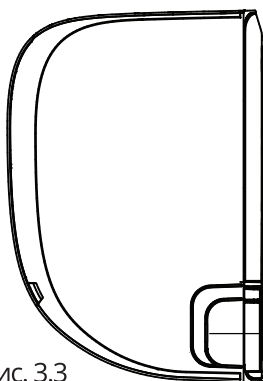

Рис. 3.3
2. Якщо отвір в стінці знаходиться позаду блоку, вибивну панель залиште на місці. Якщо отвір в стінці знаходиться в стороні від внутрішнього блоку, видаліть пластикову вибивну панель з тієї сторони пристрою. (Див. Рис. 3.3). Це дозволить створити проріз, через який трубопровід буде виходити з блоку. Якщо пластикову панель занадто важко видалити вручну, користуйтеся плоскогубцями з довгими щипцями.